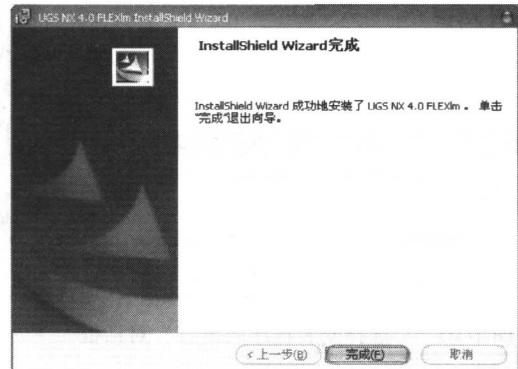

图 1-8 安装完成对话框
(8) 安装完成后，单击【完成】按钮，如图 1-8 所示，完成对 UG NX 4.0 许可证文件的安装。